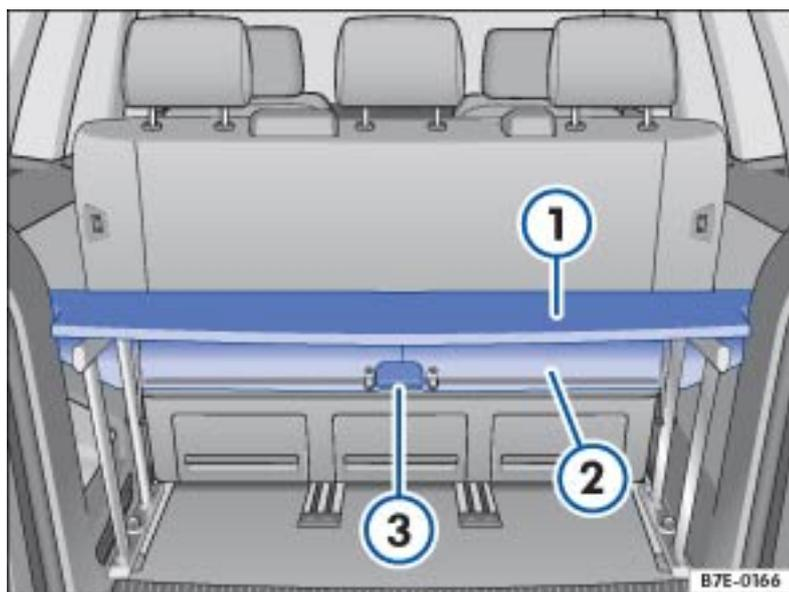

Fig. 22 Dans le coffre à bagages : planche Multiflex
Relevez la surface avant ⇒ Fig. 22② de la planche Multiflex.